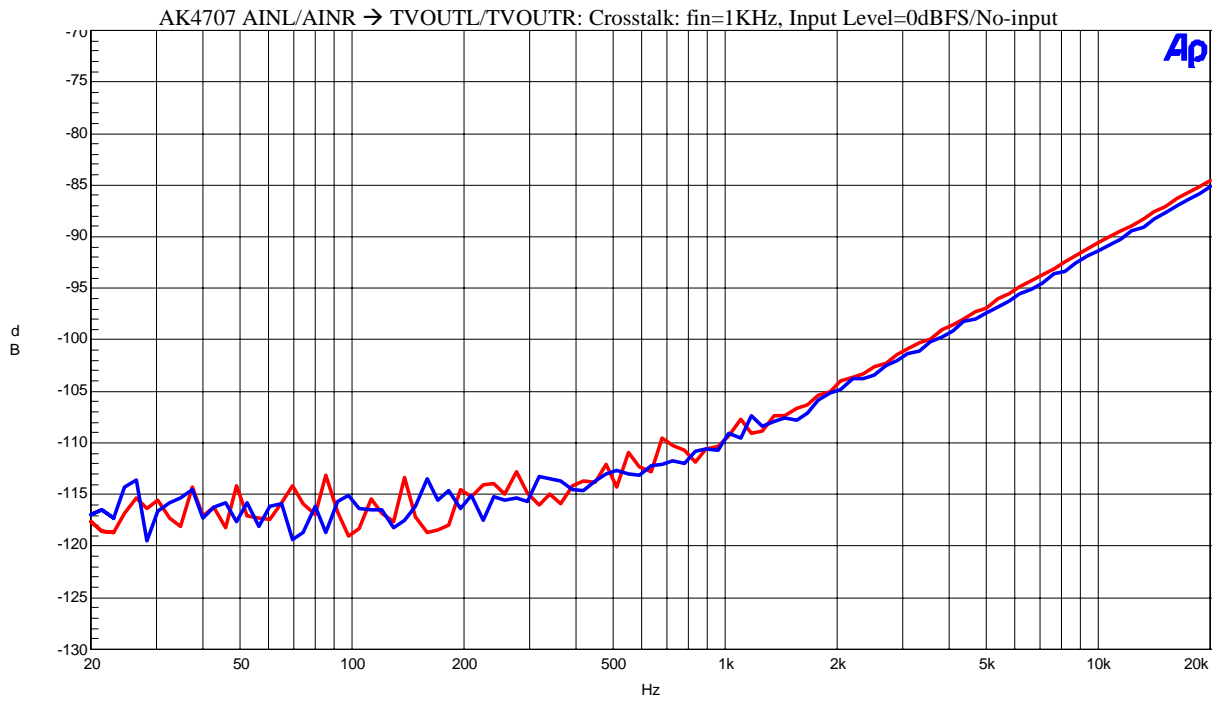

Figure1-8. Crosstalk (Input level=0dBFS)
- Figure 1-8. Crosstalk (Input Level=0dBFS)